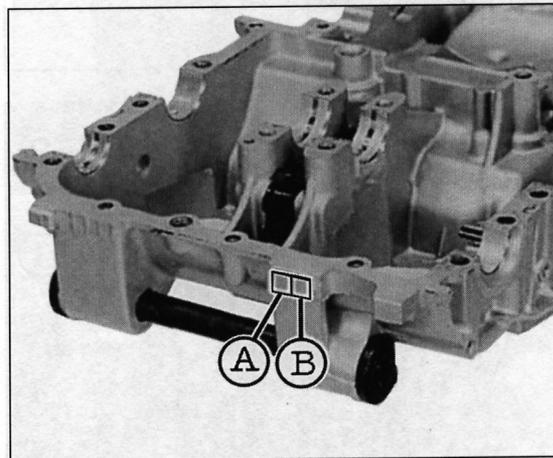

Bild 257
- Messergebnis mit Gehäusemarkierung (Bild 257) vergleichen.